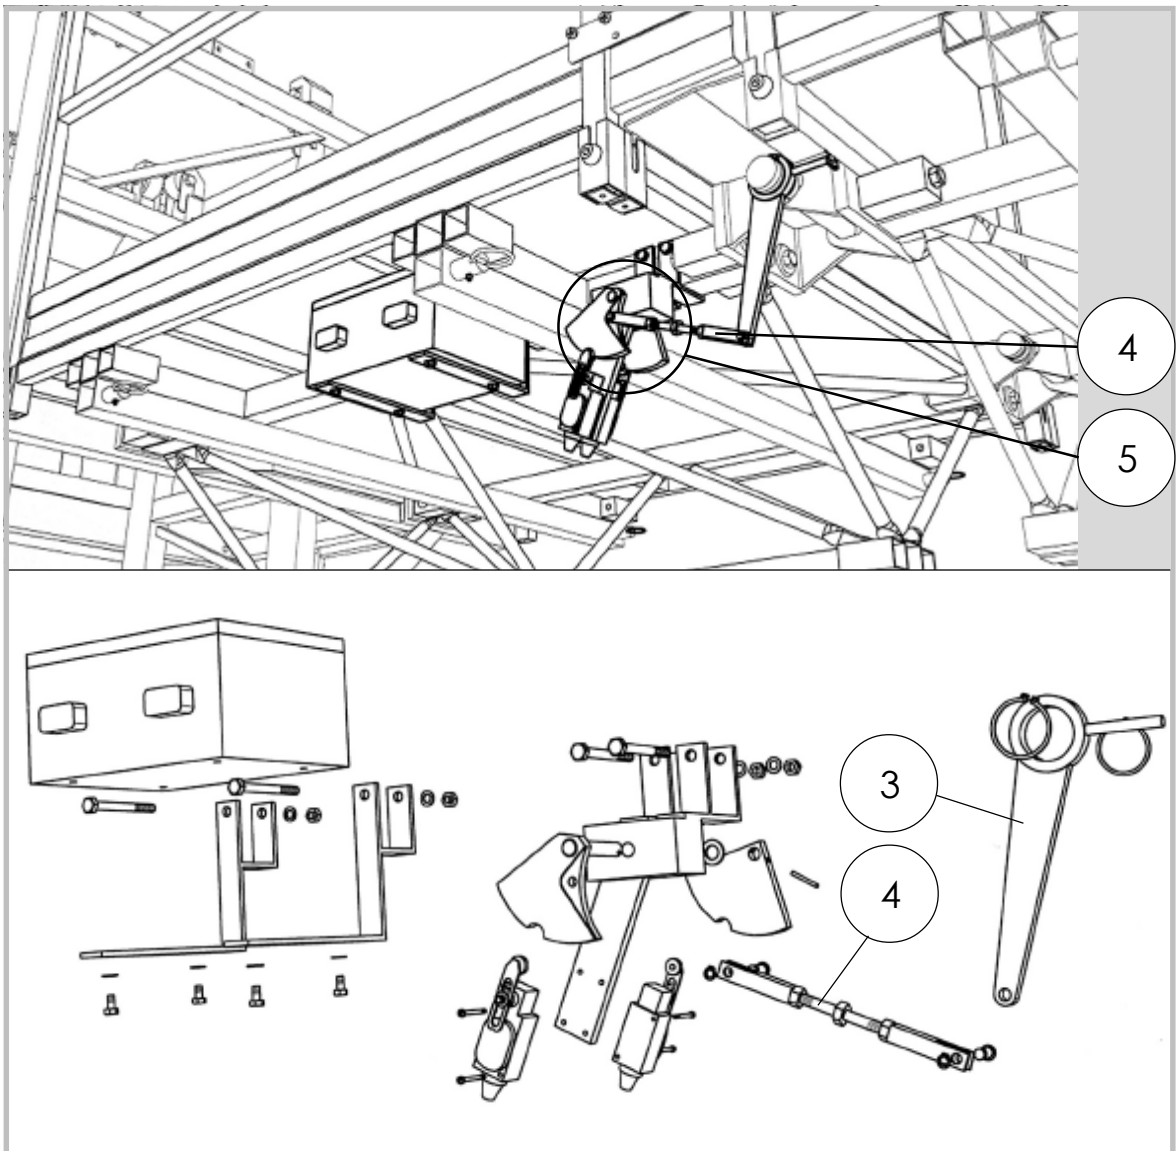

Рисунок 4.30. Система выравнивания - выравнивающая штанга (4).
11. Установить движимый соединитель выравнивания н-р 4. (рисунок 4.30) так, чтобы стержень рычага 3 соответствовал плиты половины шарнира последней половины помоста средней платформы.